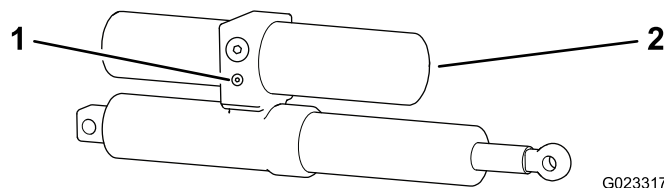

Figura 20
1. La valvola di sicurezza manuale è situata sull'attuatore di ogni barra (Figura 20).